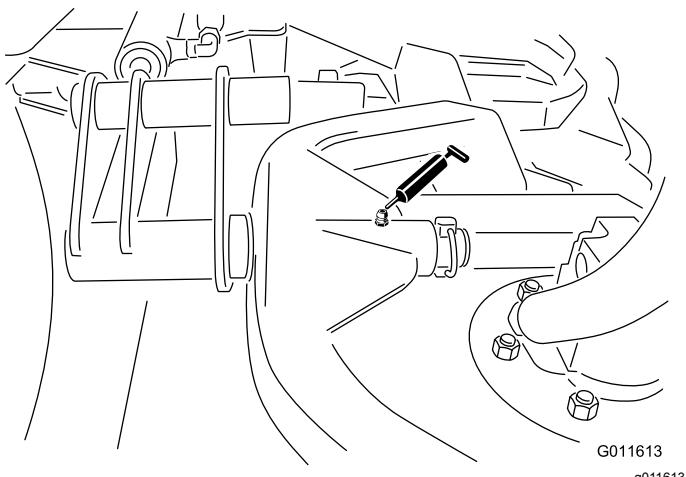

Figura 31
- Perno orientabile del telaio portante degli apparati di taglio (1 ciascuno) – Figura 31